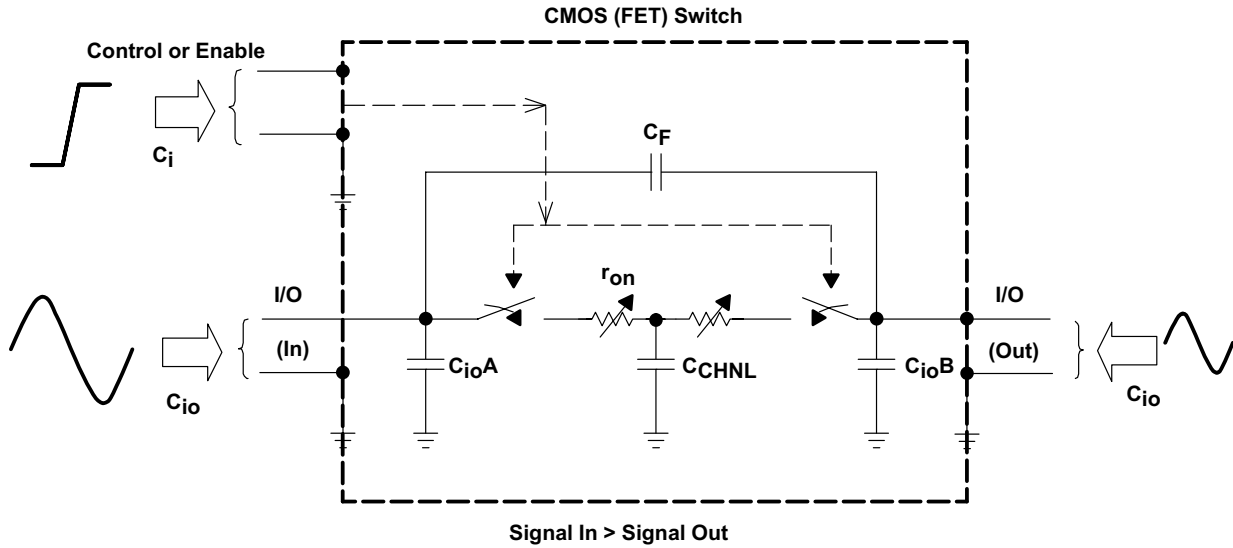
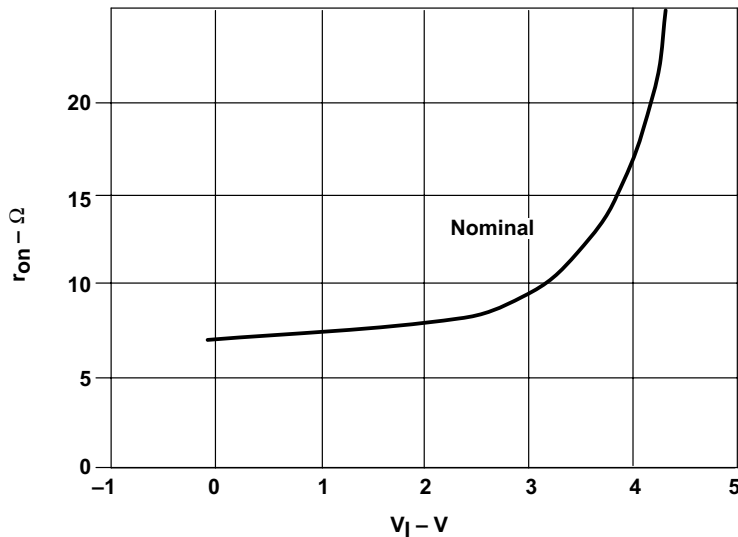

图 2. 简化的CMOS(FET)开关
图 4. n通道FET开关在 $V_{CC} = 5\text{ V}$ 时的开态电阻与最低输入输出电压关系图
跟机械开关一样，固态开关也不是理想的，事实上，固态开关的损失是很显著的。那么为什么还要使用这么离理想情况很远的开关呢，答案就是方便。比起传统的电控开关，如中继开关，固态开关体积很小，快速，易使用，易控制，而且消耗很小的功率。在这篇应用报告中涉及到的开关都是互补金属氧化物半导体(CMOS)场效应晶体管(FET)开关。像前面讲到的，它们也不是理想的，所以我们需要一种方法来检查和比较不同CMOS产品系列的性能特征。图2给出了一个CMOS开关的简化电路模型。
由于开关的寄生效应，输出信号(图2右边)是可变的，变化的结果可能包括幅度降低、信号失真、相位移动、引入噪声和频率衰减。导致这些非理想特征参数包括：
为了让n通道的FET正常的工作，栅极的偏置要比通过的信号更大，这是因为开态电阻 (r_{on} , 或者也称为 $r_{DS(on)}$) 会随着栅极电压与源电压的电压差(V_{GS})的增大而减小。对于CBT类型，当 $\overline{OE}$ 低时，FET栅极的偏置就接近与 V_{CC} ，当最低的 $V_{I/O}$ 信号接近 V_{CC} 的幅度时， V_{GS} 就会降低， r_{on} 就会增加(见图4所示)。FET开关中保持低 r_{on} 的能力是由保持 V_{GS} 尽可能大来决定的。在很多的应用中，这个特征不是问题，但是设计者需要明白这类器件的非线性。
- 正弦波失真或全谐波失真。这些是用来测量器件线性度的。非线性可能有很多引起原因(设计，器件物理特性等)，但是，代表性的最大因素是 r_{on} 。如图2和图4所示，对于所有类型的CMOS开关， r_{on} 都会随着 $V_{I/O}$ 而变化。具有低的 r_{on} 很重要，但是在整个信号范围内平坦的 r_{on} 也同样重要。N通道开关，例如CBT，在 $0 < V_{I/O} < (V_{CC} - 2\text{ V})$ 的信号范围内展现了非常平坦的 r_{on} 特性，但是 r_{on} 在 $V_{I/O}$ 接近 V_{CC} 和 V_{GS} 减小时会急剧增大。并联n/p通道开关在 $0 < V_{I/O} < V_{CC}$ 的信号范围内提供了很好的 r_{on} 平坦度，而且在最高的推荐开关 V_{CC} 处有最好的平坦度。